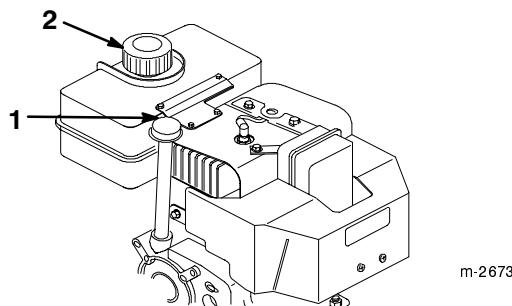

Figure 2
2. Nettoyez la surface autour de la jauge d'huile (Fig. 2).
3. Retirez la jauge du carter moteur (Fig. 2).
- Nettoyez la surface autour du bouchon du réservoir d'essence (Fig. 2).